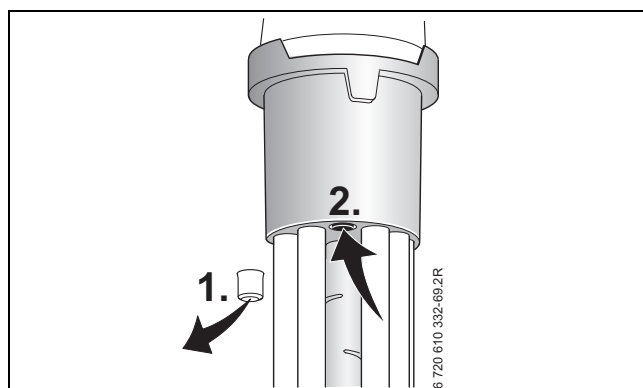

Fig. 58 Miscelatore aria /gas (posizione raffigurata in fig. 3, rif. 23)
- Controllare la pressione di miscelazione, presso il miscelatore aria-gas, alla potenza termica nominale (di fabbrica) come di seguito (fig. 58):